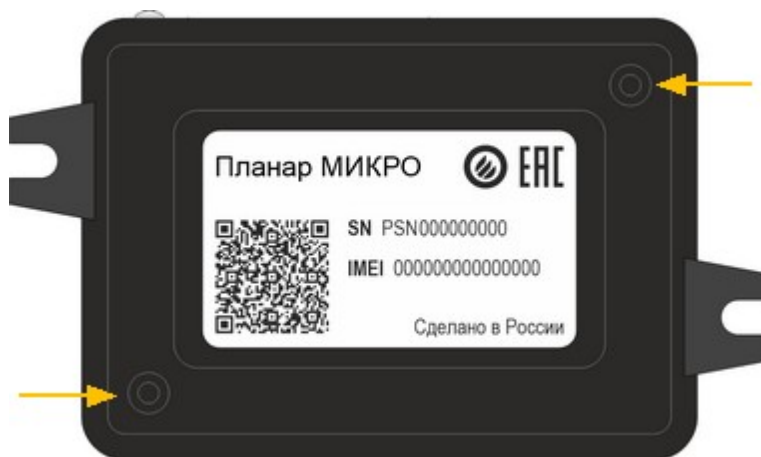

Рисунок 4
- выкрутить два винта на задней панели корпуса (см. рисунок 4);